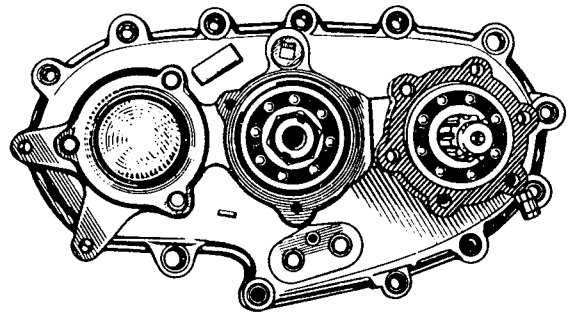

Bild 118. Verteilergetriebewellen, im Gehäusedeckel eingebaut
4. Zusammengebaute Vorgelegewelle in die Bohrung des Gehäusedeckels einführen, Druckring aufschieben und Welle bis zum Anschlag einsetzen (Bild 118).